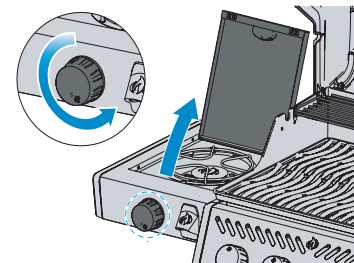

Fig. 2
4. Falls der Brenner nicht zündet, drehen Sie den Bedienknopf im Uhrzeigersinn zurück auf AUS. Warten Sie fünf Minuten. Wiederholen Sie Schritt 2 und 3. (Fig. 2)